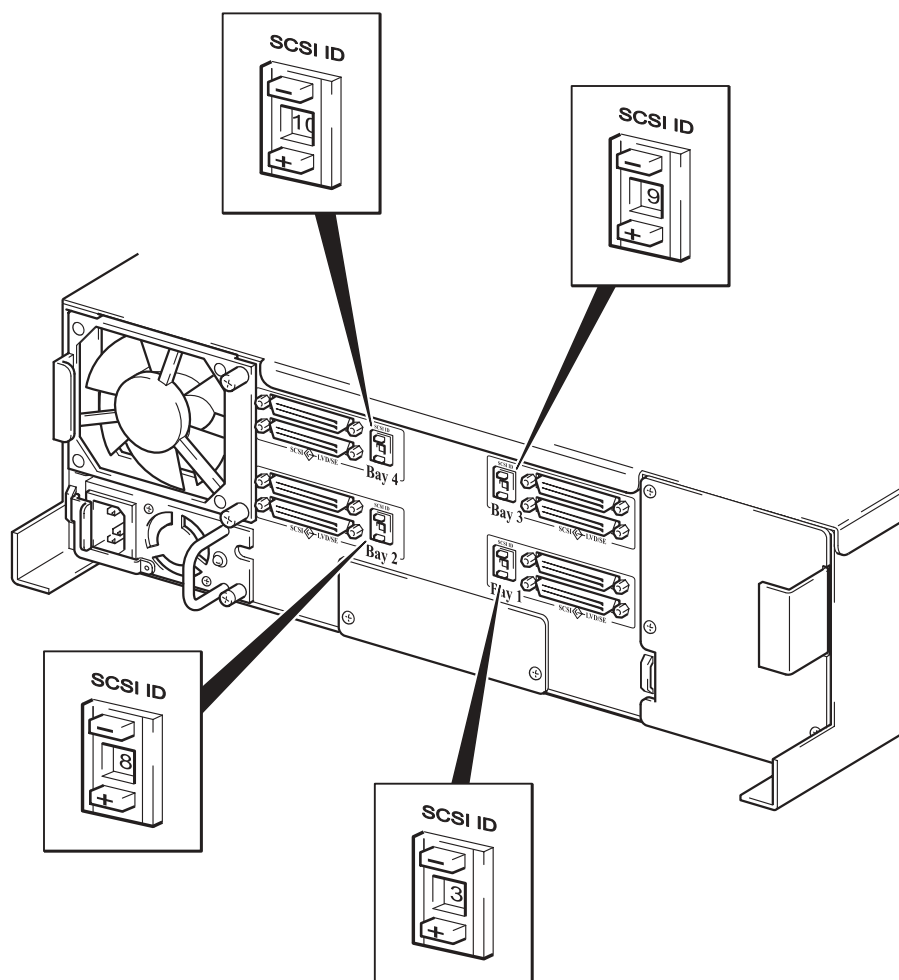

Figura 2: ajustar a ID SCSI
- 2 Defina a chave adequada, conforme mostra a figura 2. Se conectar dispositivos em série, assegure-se de que os dispositivos sejam do mesmo tipo SCSI e cada dispositivo no mesmo barramento SCSI tenha uma ID SCSI exclusiva. Não conecte em série mais de dois dispositivos no mesmo barramento SCSI.